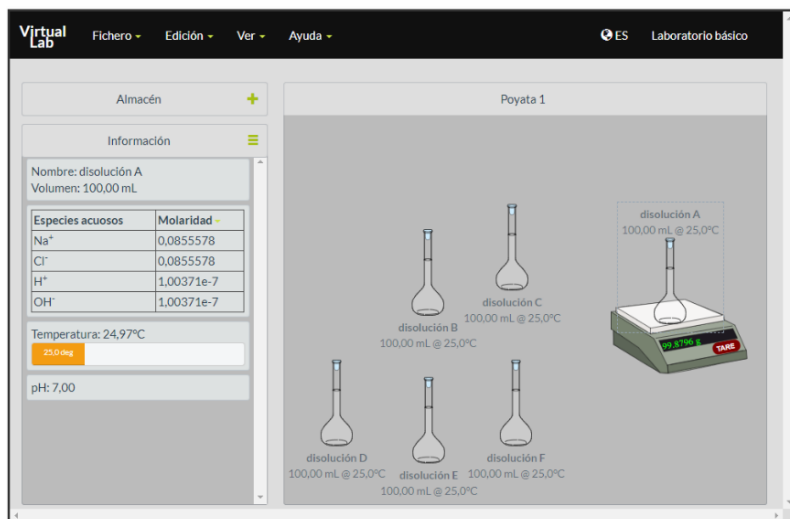

Figura 14. Simulador *Making stock solutions from solids*.
15. Determine la masa de la disolución (ya sea tarando la balanza o por diferencia de masas entre el matraz lleno y el matraz vacío) y registre su temperatura (figura 14).